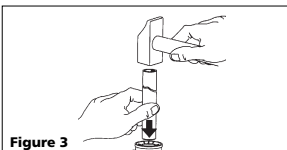

Figure 3
3. Tapper légèrement la bague de retenue sur s'arbre (Figure 3 & 4).